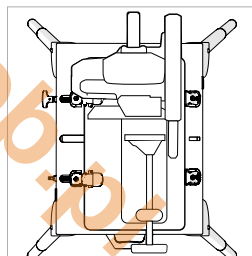

Fig. 19
**Avvertenza:** Durante l'installazione della troncatrice sul supporto si prega di accertarsi che le morsetti fisse siano a destra dell'unità guardando quest'ultima da davanti. **(Fig.19)** Verificare la sicurezza dell'utensile facendo delicatamente oscillare lo stesso avanti e indietro. Non deve essere rilevabile alcun movimento dell'utensile sul banco.